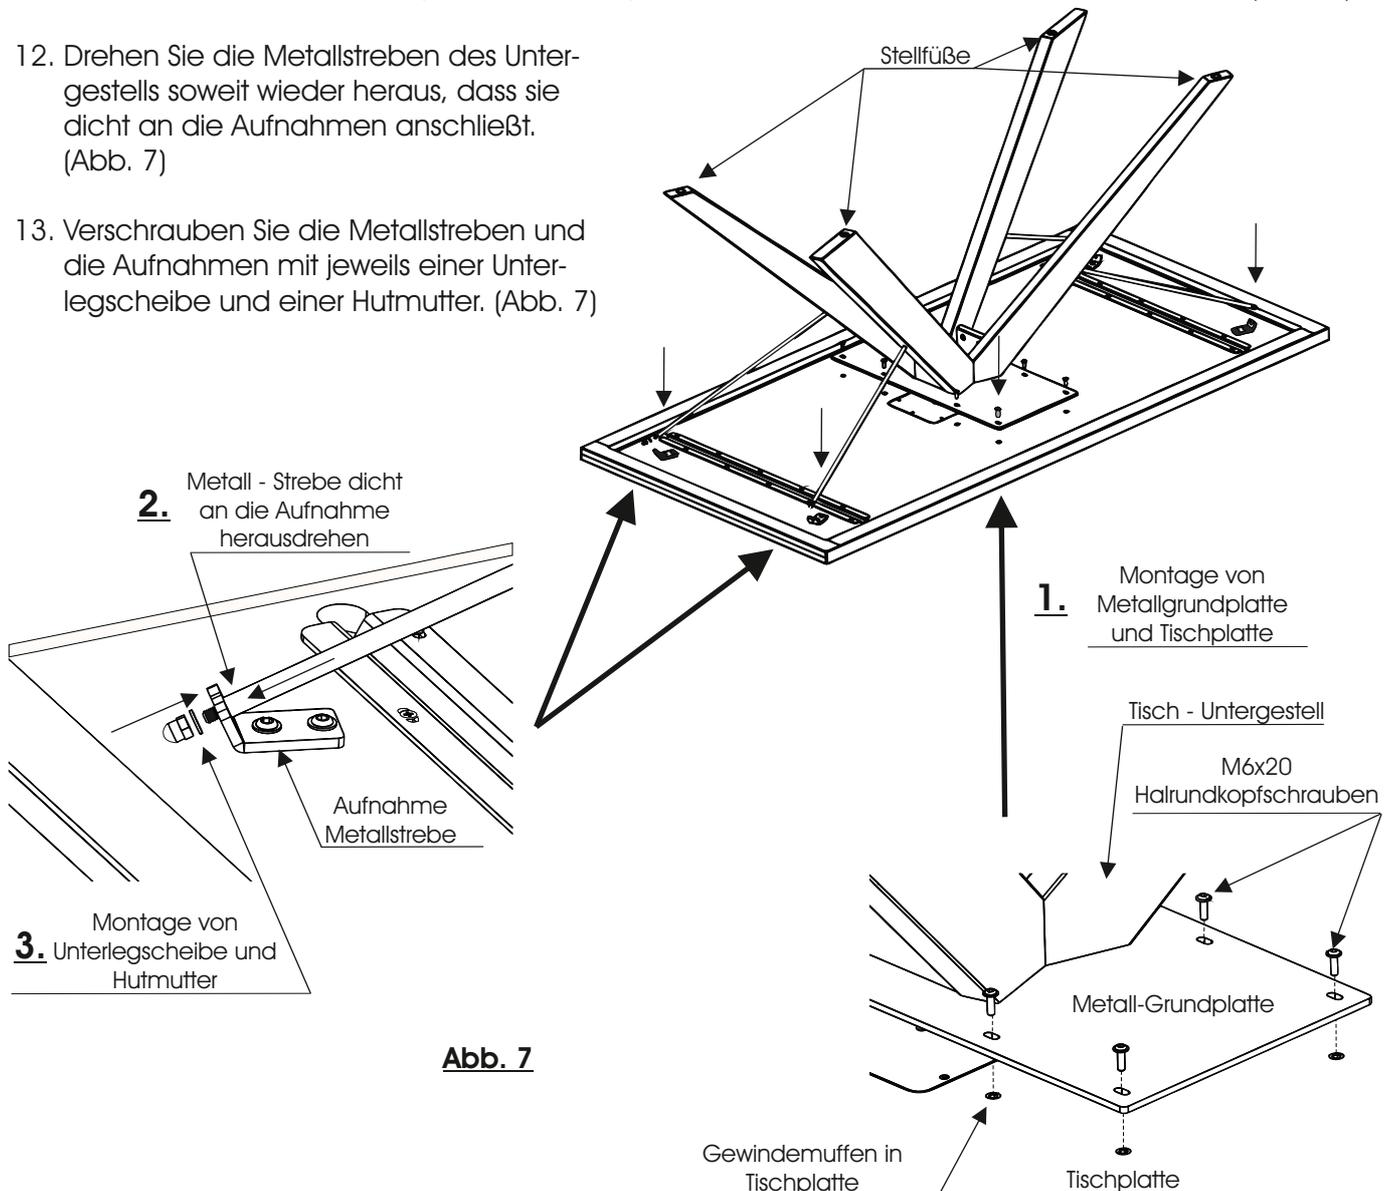

Abb. 7
10. Drehen Sie das Tisch - Untergestell und stellen es mittig auf die Unterseite der Tischplatte. Die Bohrungen der Metall - Grundplatte sollten hierbei mittig über die Gewindemuffen der Tischplatte positioniert sein. Die Metallstreben werden in die „U“ förmige Aussparung der bereits montierten Aufnahmen gesteckt. (Abb. 7)
11. Verbinden Sie Metall-Grundplatte und Tischplatte mit den M6x20mm Halbrundschrauben. (Abb. 7)
12. Drehen Sie die Metallstreben des Untergestells soweit wieder heraus, dass sie dicht an die Aufnahmen anschließen. (Abb. 7)
13. Verschrauben Sie die Metallstreben und die Aufnahmen mit jeweils einer Unterlegscheibe und einer Hutmutter. (Abb. 7)